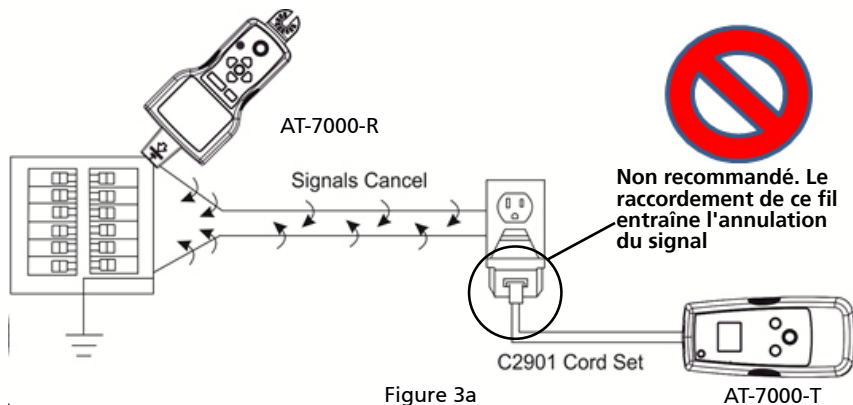

Figure 3a
2. Connectez le câble rouge au fil alimenté sous tension (sur le côté charge du système). Le signal sera **UNIQUEMENT** transmis entre la prise à laquelle le transmetteur est raccordé et la source d'alimentation (voir Figure 3a).